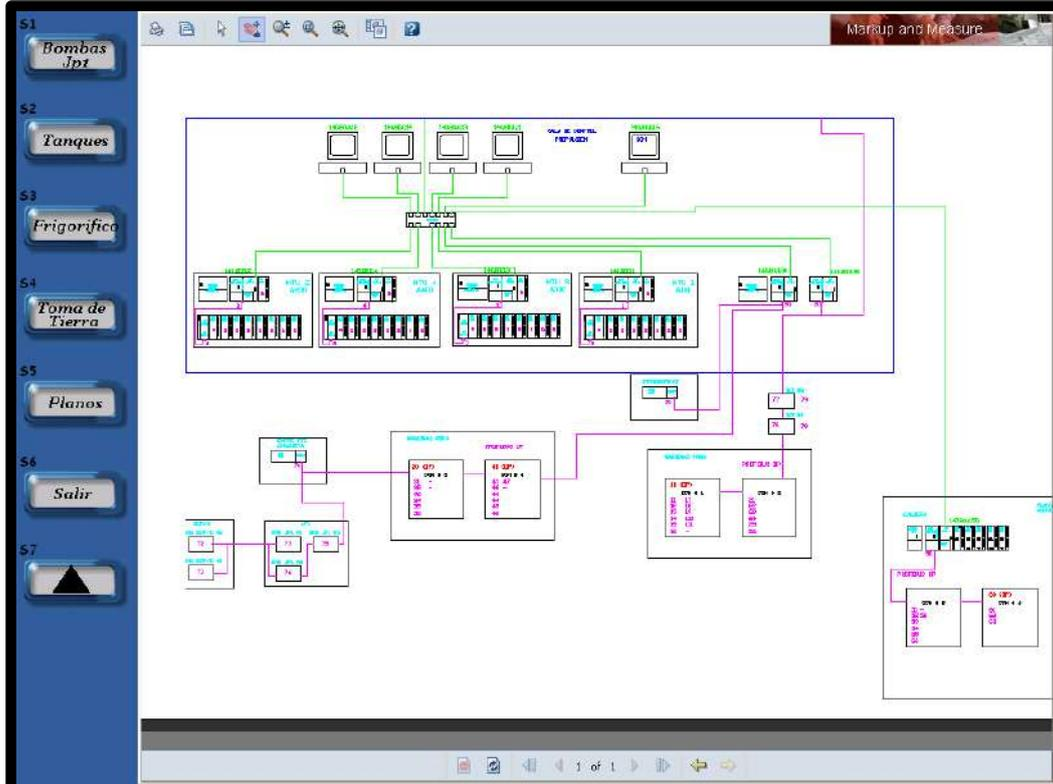

Figura II-17. Pantalla de General de Planos
- **Pantalla de Planos (figura II-17):** permite realizar la visualización de los planos eléctricos en Autcad del cableado interno de los partidores, cableado de fuerza y comunicaciones.